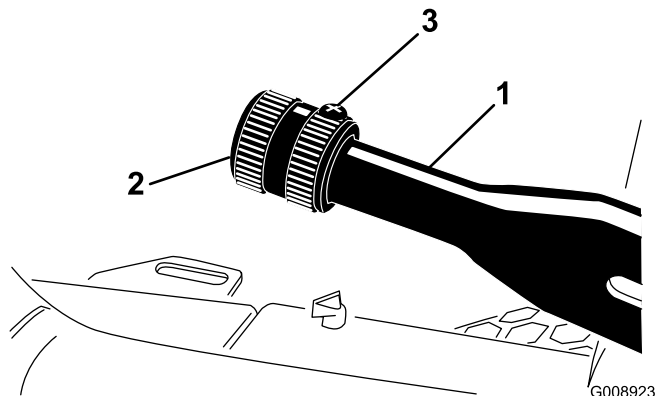

Figura 68
1. Desaperte o parafuso de afinação que fixa o manípulo à alavanca do travão de estacionamento (Figura 68).